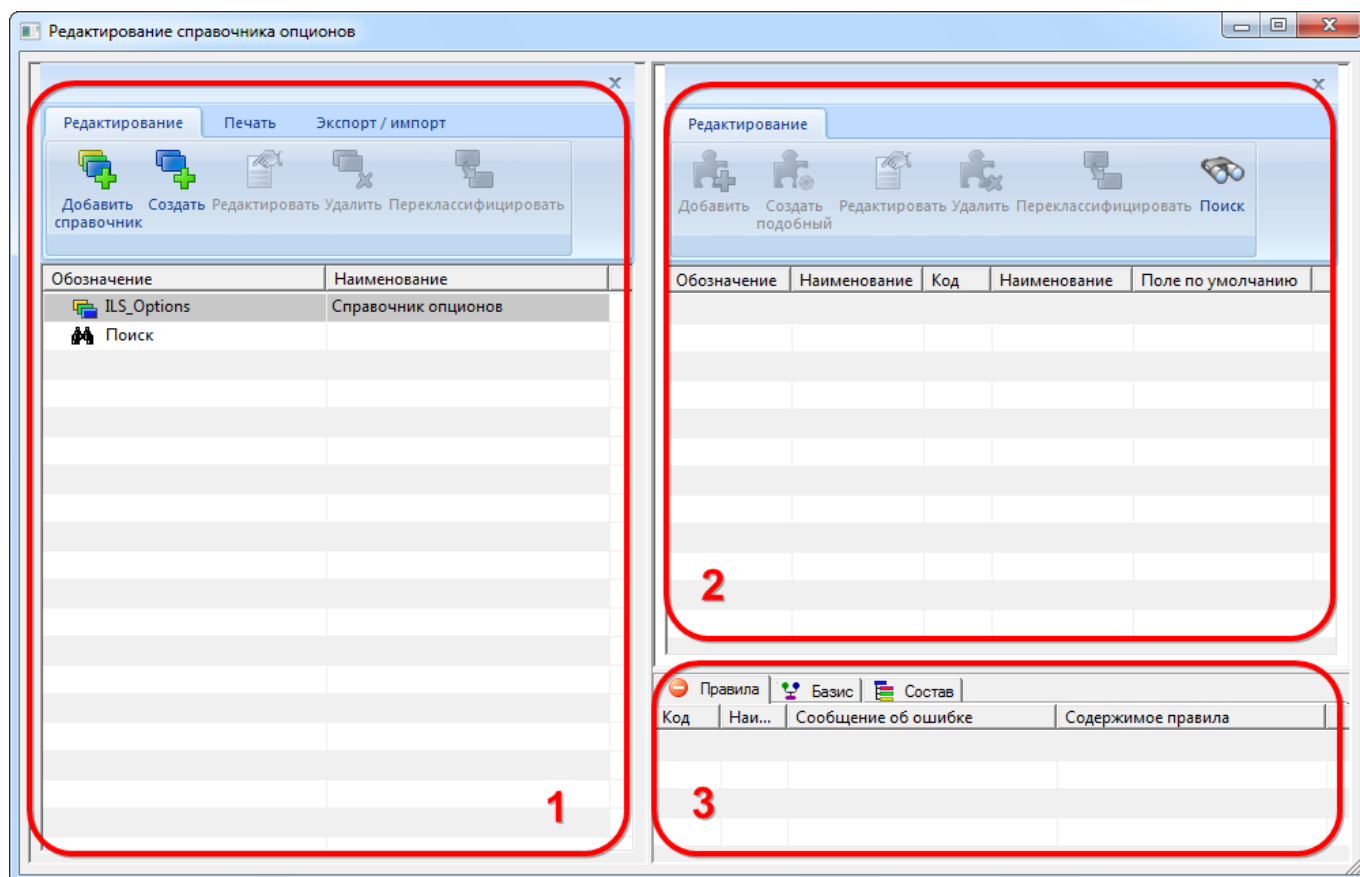

Рис. 10-131 – Окно редактора опционов
- 2) Нажать кнопку «Опционы» панели «Управление конфигурацией» функциональной вкладки «Применяемость» (рис. 10-131).